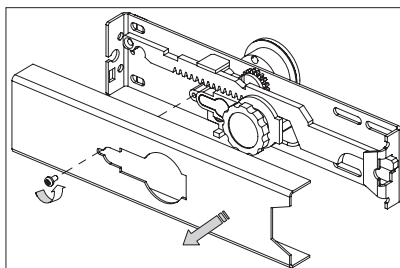

Рис. 44.1
- Вывернуть винт крепления и снять крышку замка (рис. 44.1).